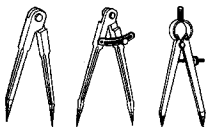

图 1-2-9 划规
(6) 划规（见图 1-2-9）用来划圆和圆弧、等分线段、等分角度以及量取尺寸等。